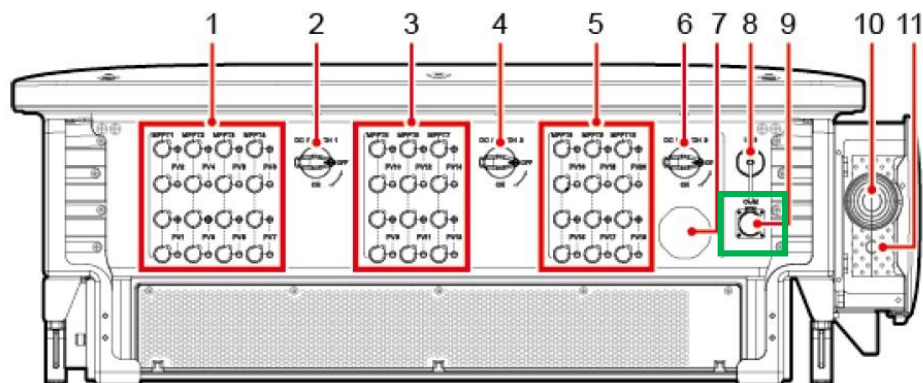

Figura 2. Huawei SUN2000-(100-125) KTL-M1
- Ubique el conector de comunicación del inversor (ver 9 en Figura 2).